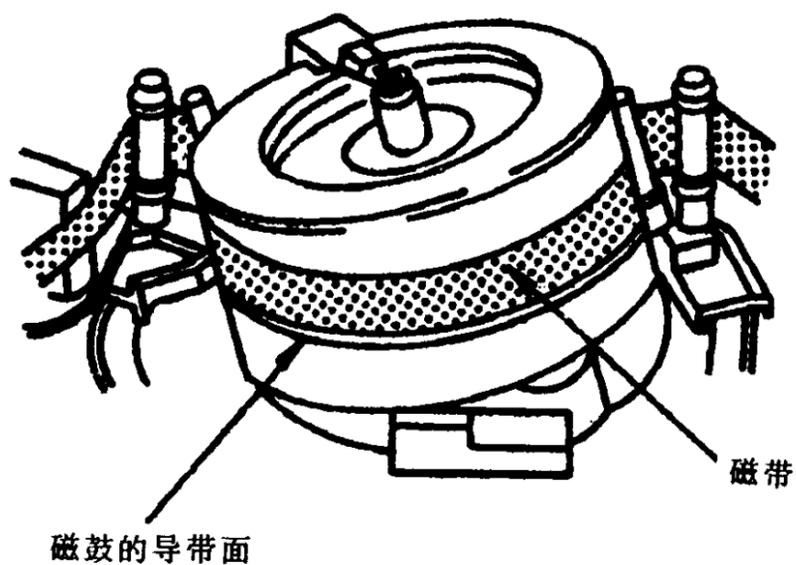

图 2-2
- 4. 在重放状态期间观察磁带在磁鼓导带面上的运行状况，并确认磁带能沿着磁鼓导带面平滑运行，不下滑或上滑。（参阅图2-2。）